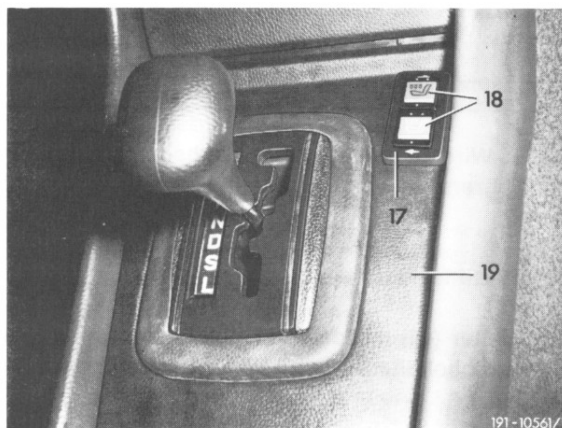

Bild 9
24 Abdeckblende (17) mit den Teilen (13 bis 15) an der Abdeckung (19) anschrauben. Anschließend die Schalter (18) eindrücken (Bild 9).